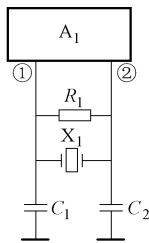

图 16-16 外接振荡元件引脚电路之三
3) 电路之三。如图 16-16 所示是外接振荡元件引脚电路之三。这是另一种形式的电路,这一电路的特点是在晶体  $X_1$  上并联了一只电阻,实际上该电阻在许多电路中是设置在集成电路  $A_1$  内电路中的。